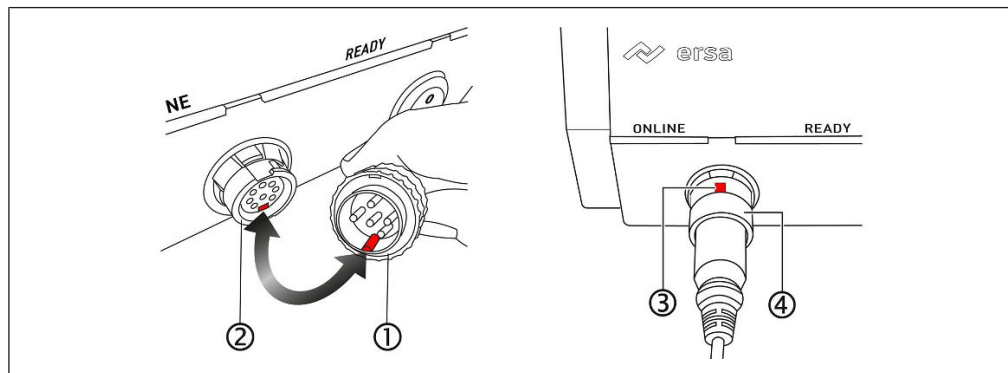

図 6: はんだごてプラグを差し込む
- f) 図6 左: はんだごてプラグ[1]をはんだステーション[2]のはんだごてソケットに差し込みます。この際プラグの回転防止をソケットの下側マーキングに揃えます。矢印参照。
- g) 図6 右: はんだごてプラグ[3]のユニオンナットの切り欠き部分が上を向くようにします。次にプラグを押してユニオンナット[4]を押し、90°時計方向に回してロックします。